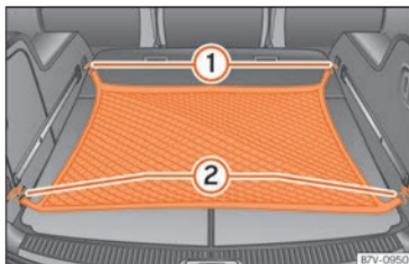

Fig. 177 Dans le coffre à bagages : filet à bagages accroché.
- Accrochez le filet à bagages aux œillets d'arrimage »» fig. 177 ① et ②.
- Débranchez les crochets du filet à bagages des œillets d'arrimage »» fig. 177 ① avec précaution.
- Débranchez les crochets du filet à bagages des œillets d'arrimage »» fig. 177 ② avec précaution.